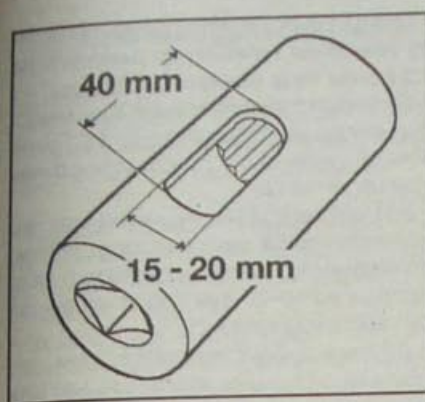

Рис. 3.12. Размеры приспособления Renault Mot. 997 для снятия корпуса форсунки с двигателя G8T 714
- Снимите корпус форсунки, для чего используйте накидную головку на 27 мм длиной 27 мм или приспособление Renault Mot. 997 (рис. 3.12).